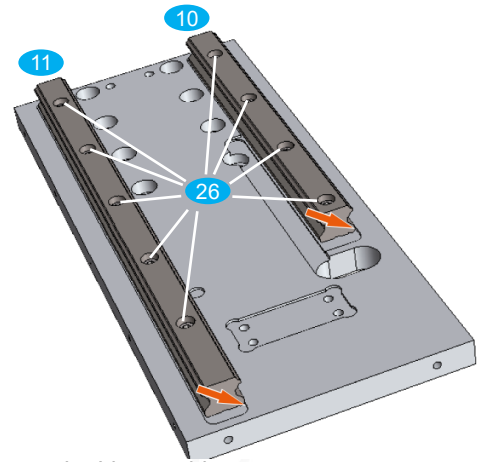

Bild 3: Montage der Linearschienen
- Linearschienen **10** und **11** an die gefrästen Anschlagkanten der Platte **3** anlegen (rote Pfeile in Bild 3).